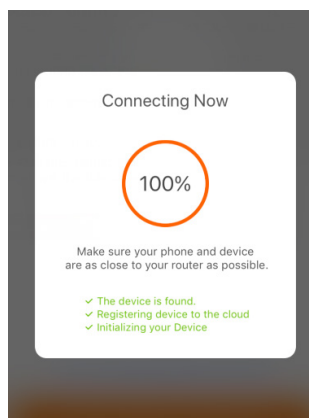

Fig 5
- D) Espere a que la aplicación se conecte con el dispositivo hasta que se conecte con éxito, como se muestra en la imagen 5